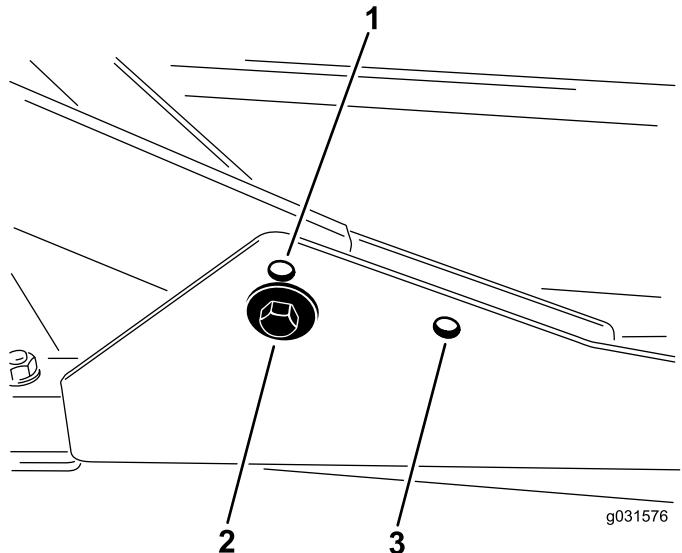

图 17
1. 如果剪草高度介于 27.6cm 之间请将前承载架安装在下方的前安装孔内 图 17。
2. 如果剪草高度介于 6.310cm 之间请将前承载架安装在上方的前安装孔内 图 17。
对于所有剪草高度后滚刀组都应安装在后安装孔内 图 17。